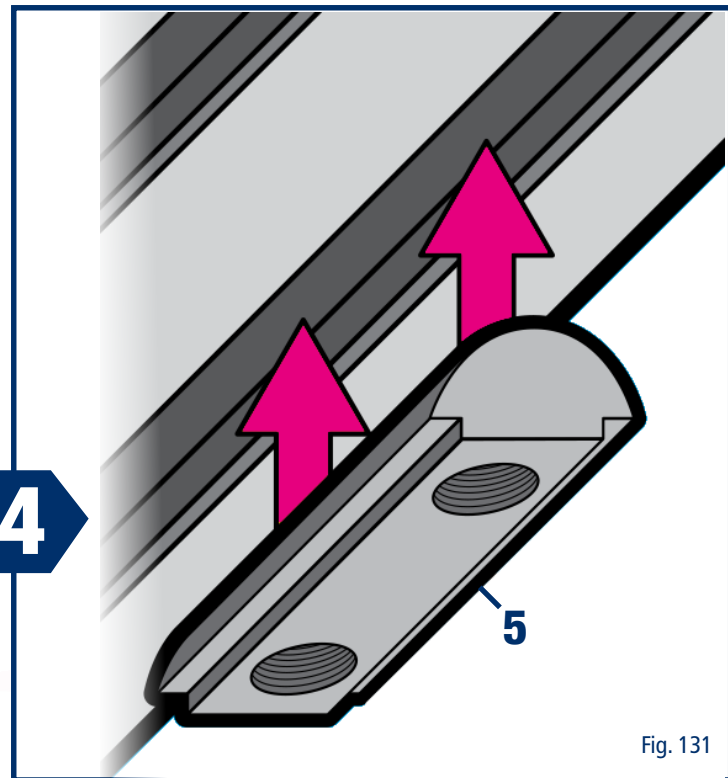

Fig. 131
Insérez les coulisseaux en T 2xM4 (5) dans la rainure avant du profilé en aluminium, comme illustré sur la Fig. 131.